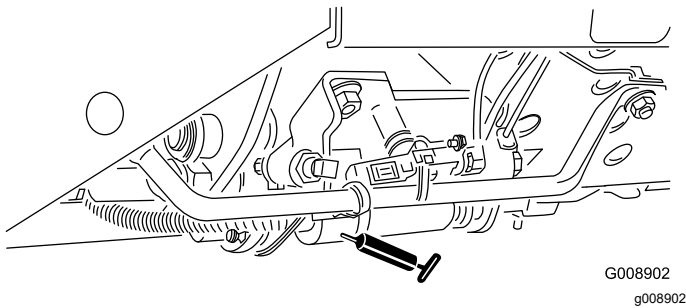

Bild 64
- Mäh-/Transportschieber (Bild 64)